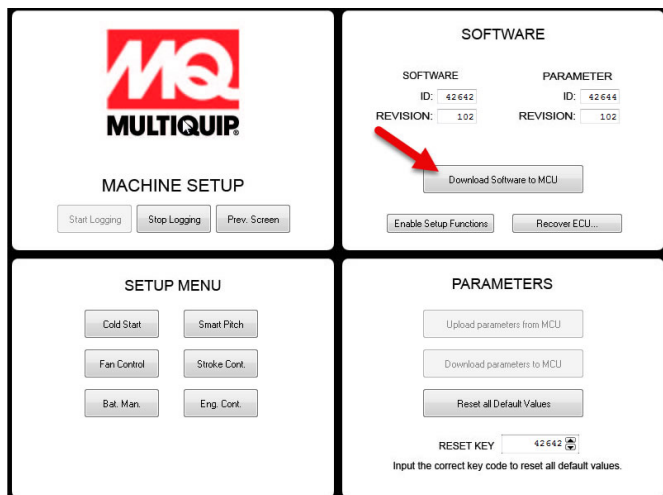

Figure 21. Télécharger le logiciel sur l'écran MCU
5. Cliquez sur le bouton « Télécharger le logiciel sur le MCU » (Figure 21).